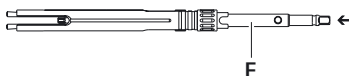

Fig. 3
- Inserire il cacciavite **F** da dietro nella camicia d'arresto **2**. Assicurarsi che i perni laterali scorrano fino in fondo nelle scanalature, vedere Fig. 3.